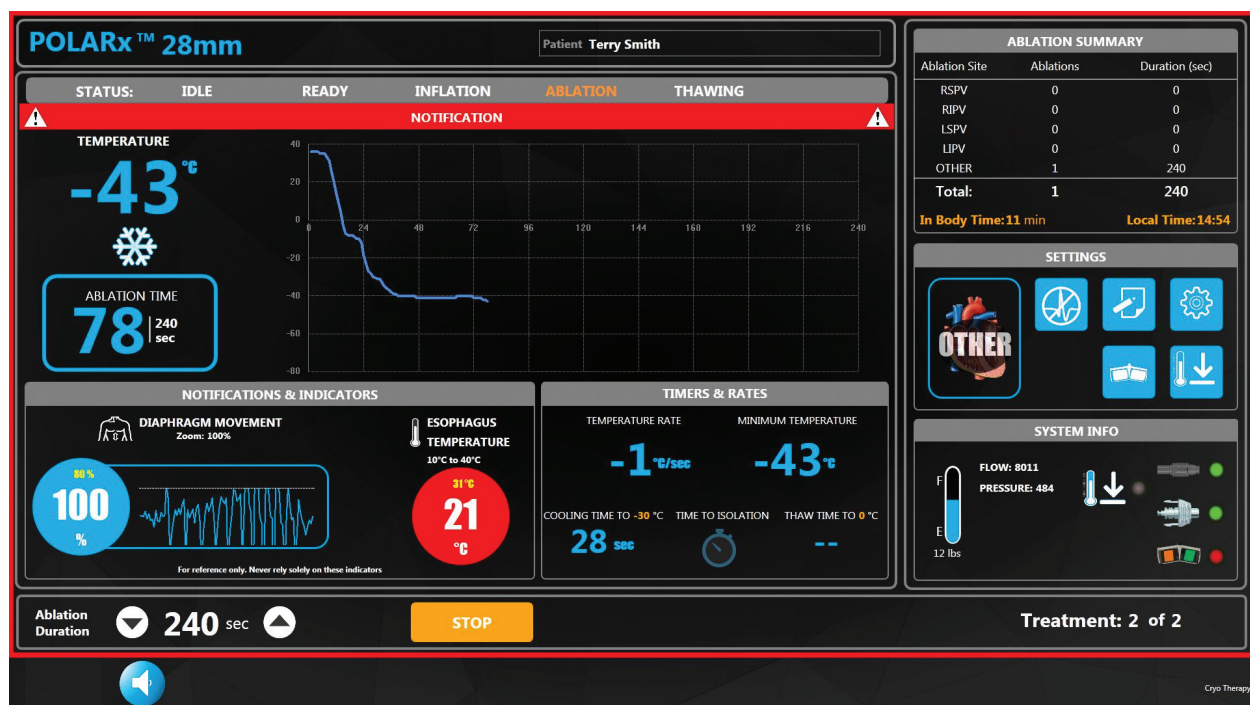

Figura 8. Alertă privind temperatura esofagului
- Selecționați valoarea numerică de lângă **Esophagus Temperature** (Temperatură esofag). Setați temperatura esofagului la valoarea dorită folosind săgețile sus/jos. Când temperatura ajunge la pragul setat pentru acest câmp, afișajul de temperatură a esofagului pe ecranul de terapie își schimbă culoarea în roșu și începe să clipească, un contur roșu în jurul ecranului clipește și bara de titlu a graficului de temperatură clipește în culoarea roșie și este însoțită de un semnal sonor (Figura 8). Alerta poate fi afișată în timpul fazelor de umflare, ablație și dezgheț.
- Datele actuale de temperatură esofagiană vor fi afișate în °C. În cazul în care temperatura ajunge la valoarea setată, temperatura actuală apare într-un cerc roșu și clipește, un contur roșu în jurul ecranului va clipi, iar bara de titlu a graficului de temperatură va clipi în culoarea roșie și va fi însoțit de o notificare sonoră (Figura 8). Alerta apare în timpul fazelor de umflare, ablație și dezgheț.